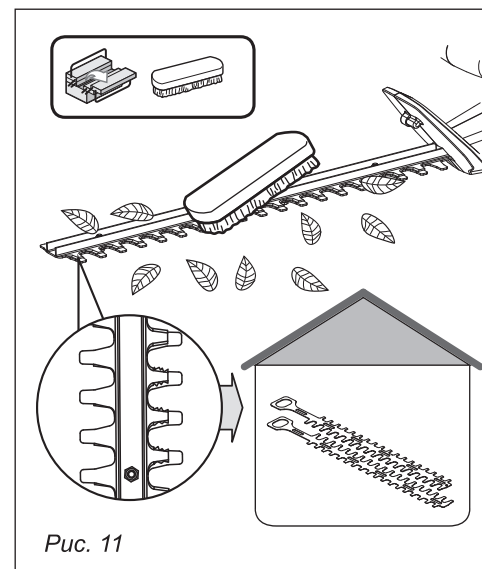

Рис. 11
**ВНИМАНИЕ!** Запрещено производить очистку режущих частей кустореза руками, для очистки инструмента применяйте синтетическую щетку с жесткой щетиной (рис. 11).